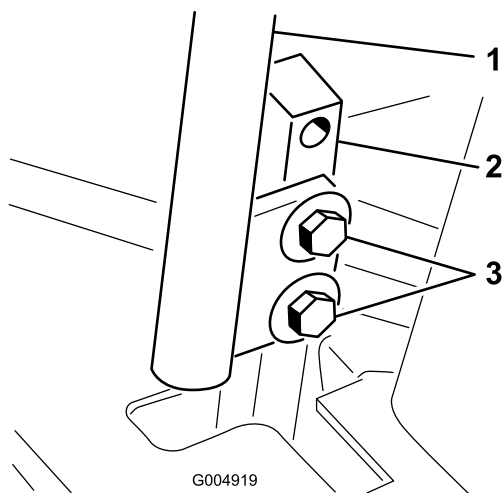

Figura 87
3. Afloje los pernos que sujetan las palancas de control (Figura 87).